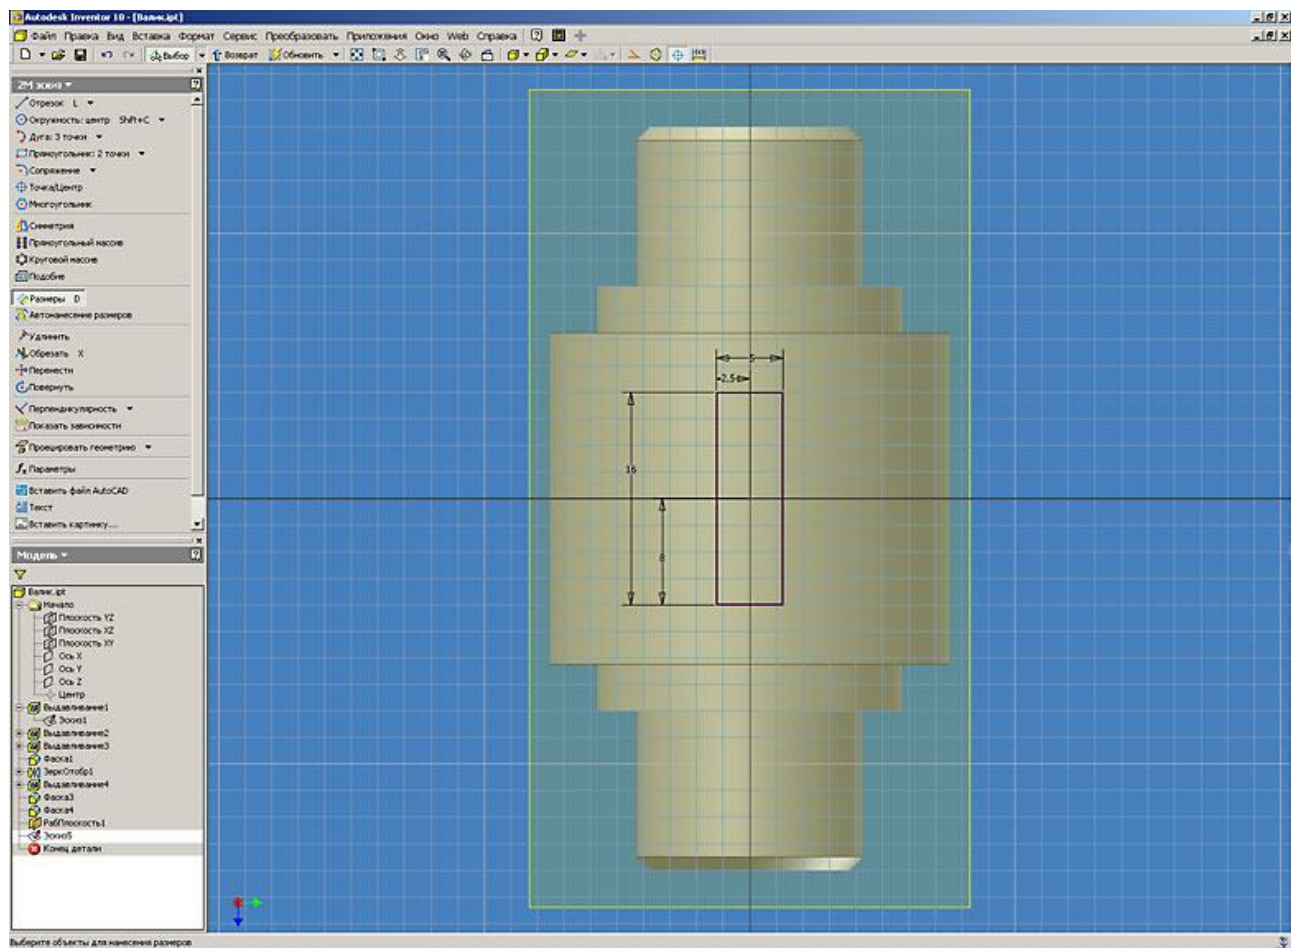

Рис. 15. Autodesk Inventor. Работа с конструктивными элементами (выдавливание)
15. При помощи команды “Прямоугольник” выполняем построение геометрии будущего паза и назначаем размеры для полного определения эскиза. Для привязки размеров эскиза используем проекцию базовой точки начала координат (рис. 15).